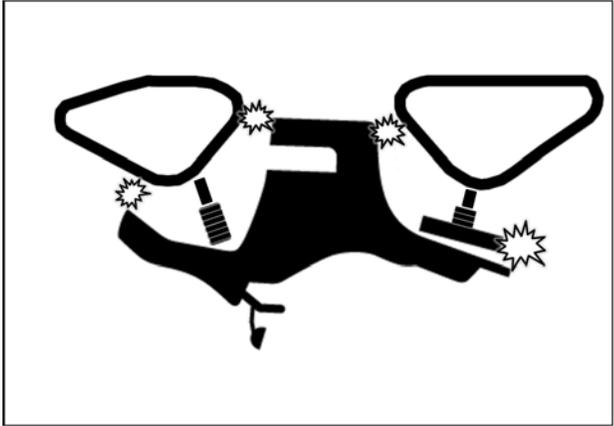

Fig. 31
2. Vérifier s'il y a possibilité de contact entre le système de traction et les coins inférieurs des ailes. Voir la Fig. 31